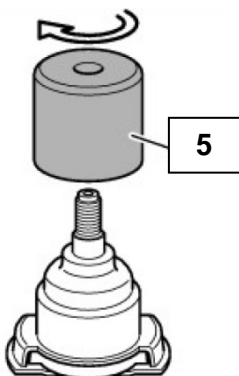

Abb. 4
2. Führungshülse (5) über die Gummimanschette auf den Gelenkbolzen schrauben (siehe Abb.4).